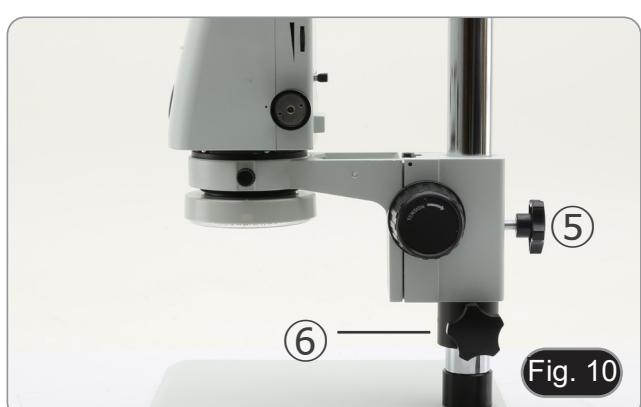

Fig. 10
- Se necessário ajustar a altura da cabeça do microscópio ao longo do pilar: desbloquear o botão de fixação ⑤, mover o microscópio para a altura desejada e bloquear o botão de fixação ⑤ depois de ajustar a altura do microscópio. (Fig. 10)
- **A fim de evitar a descida accidental do sistema devido ao bloqueio imperfeito do botão de fixação, é aconselhável utilizar também o anel anti-queda ⑥.**